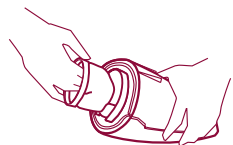

Fig. 11
- Sfilate il filtro. (fig. 11)